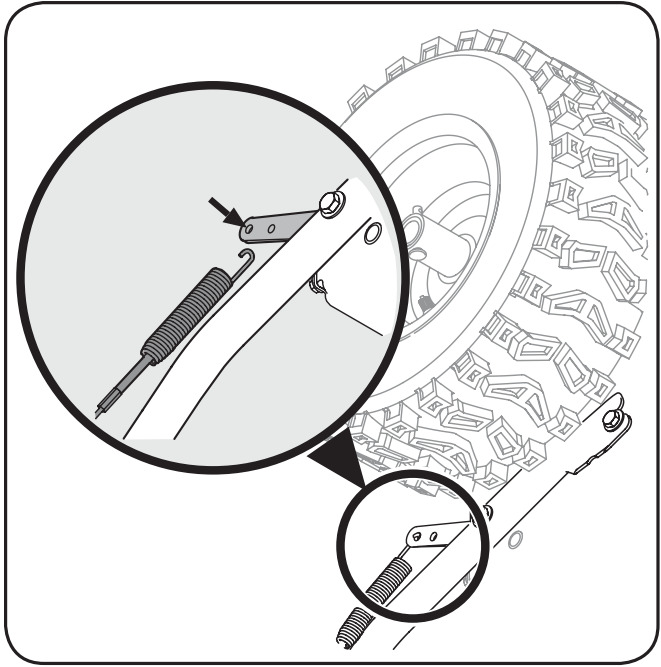

Fig. 3-12
- Pour ajuster à nouveau le câble de commande, décrochez le ressort (sur l'extrémité du câble de la tarrière) du support de l'actionneur. Voir la Figure 3-12.